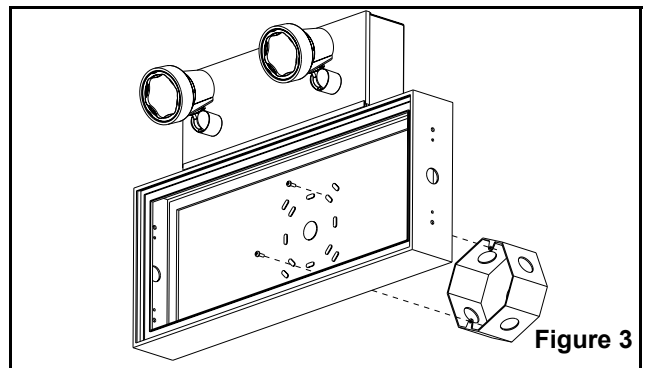

Figure 3
- a. Défoncer les trous appropriés dans la plaque arrière de l'enseigne pour monter à une boîte de jonction standard; soutenir la plaque avec des morceaux de bois autour des trous à découper. Pousser sur les découpes avec un tournevis (voir fig. 3).